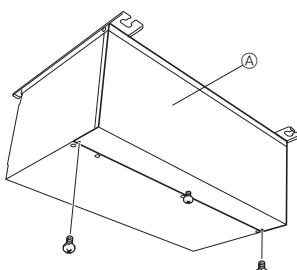

Fig. 9-1
- Montera loss skruvarna i kåpan. (Fig. 9-1)